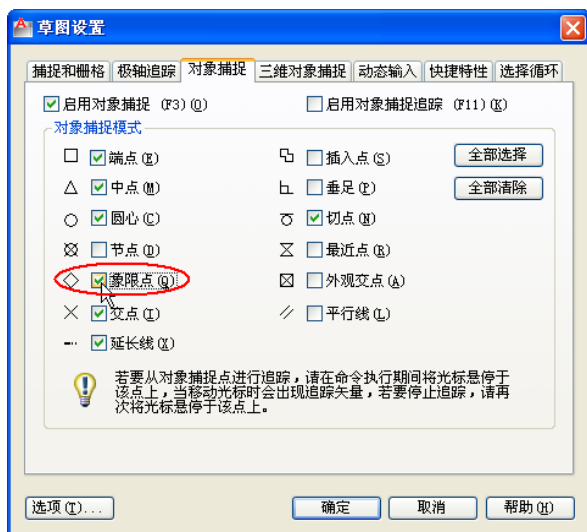

图 8-127 确保选中“象限点”复选框
(13) 设置象限点捕捉。在“工具”菜单中选择“绘图设置”命令,打开“草图设置”对话框。切换到“对象捕捉”选项卡,确定启用对象捕捉,并在“对象捕捉模式”选项组中确保选中“象限点”复选框,如图 8-127 所示。